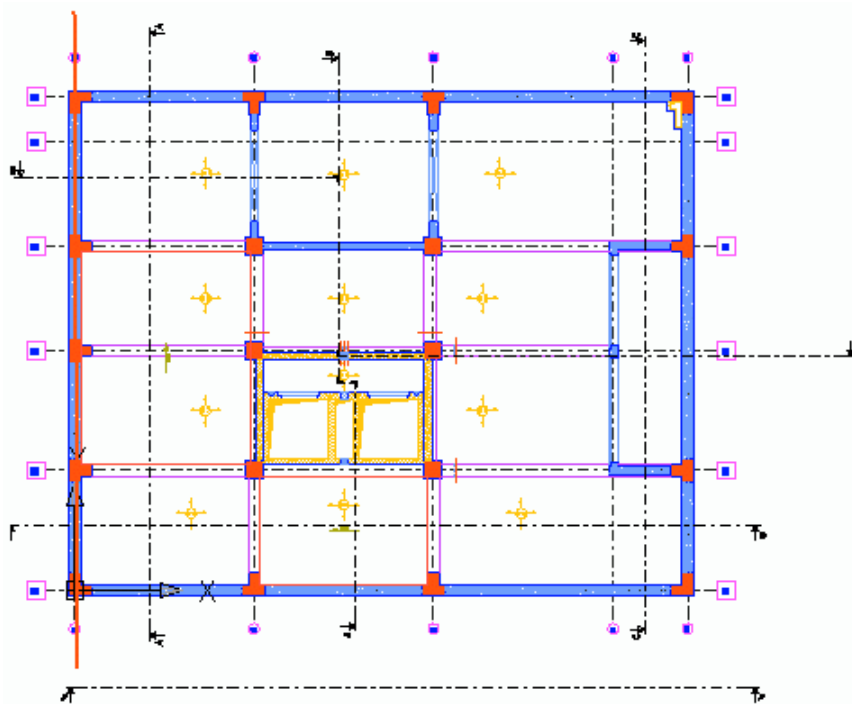

Figura 281: Crearea primei cote prin intersecție
Veți cota elementele situate de-a lungul axei **C** (vezi linia roșie din Figura 281).
2. Clic două puncte pentru a defini linia de cotă ca în Figura 281.